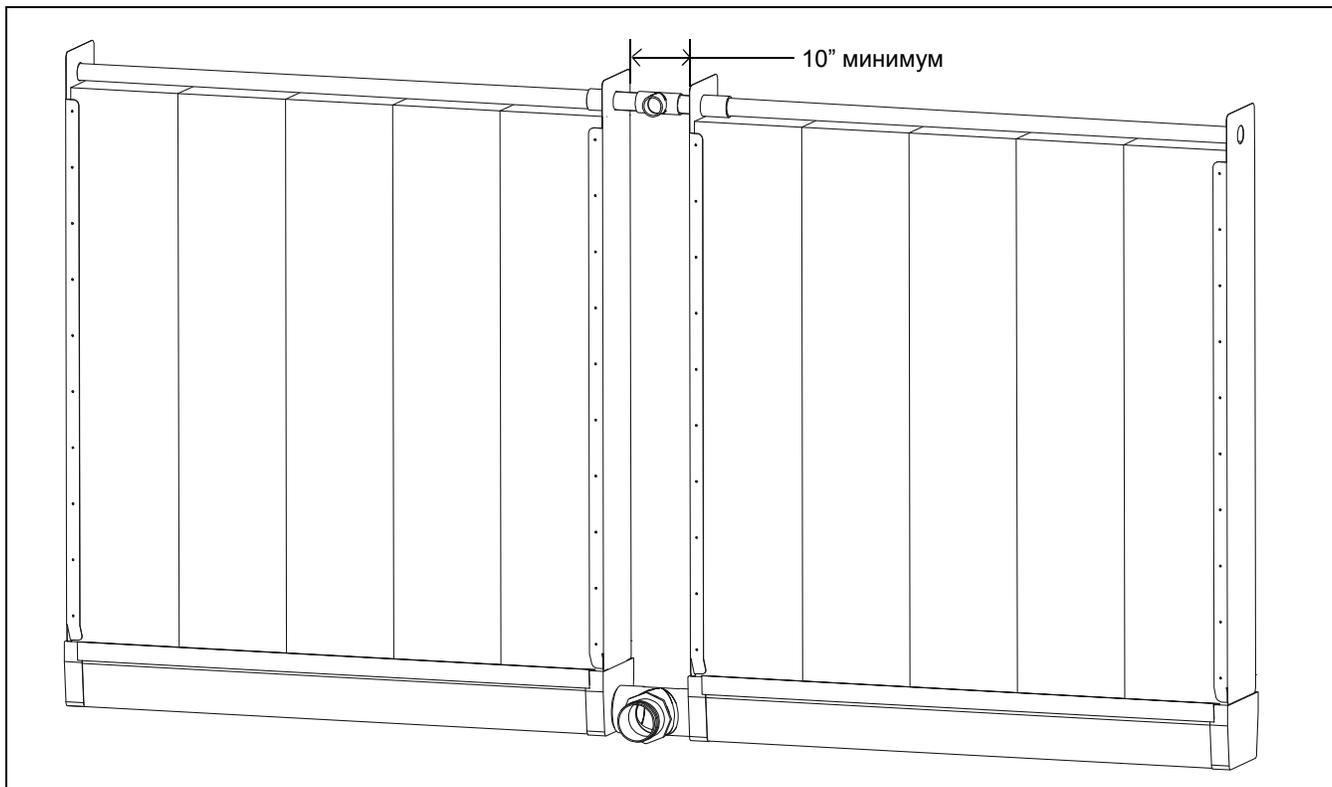

Рисунок 1
**Примечание.** Во время монтажа перед установкой центрального выпускного комплекта обеспечьте зазор минимум 10" между стальными концевыми панелями. (См. рисунок 1)